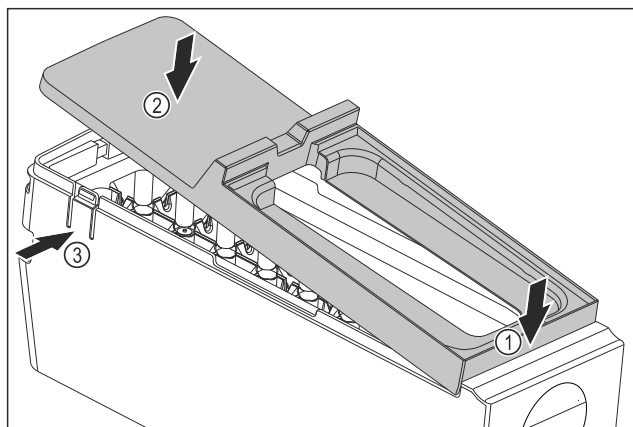

Fig. 92
- ▶ Montar la cubierta del EasyTwist-Ice: Colocar la cubierta por delante. Fig. 92 (1)
- ▶ Bajar la cubierta por detrás. Fig. 92 (2)
- ▷ La cubierta encaja en ambas lengüetas Fig. 92 (3) de forma audible.